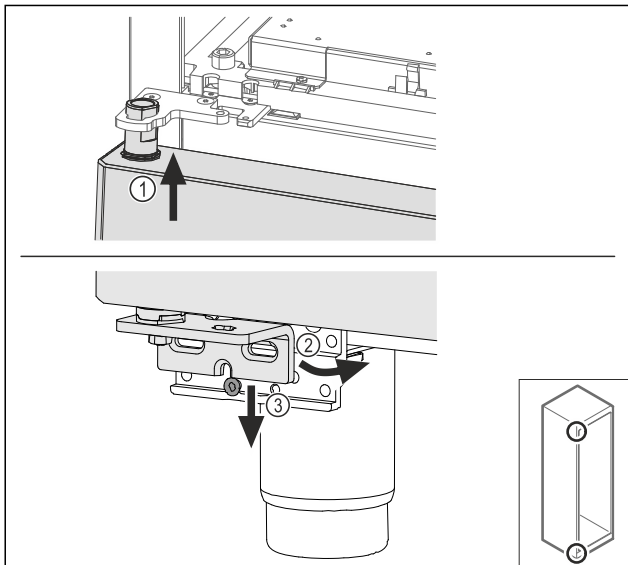

Fig. 64
- ▶ Περάστε επάνω την πόρτα υπό ελαφρά κλίση Fig. 64 (1), ευθυγραμμίστε την πόρτα Fig. 64 (2) και τοποθετήστε την κάτω στη βίδα του στηρίγματος Fig. 64 (3).